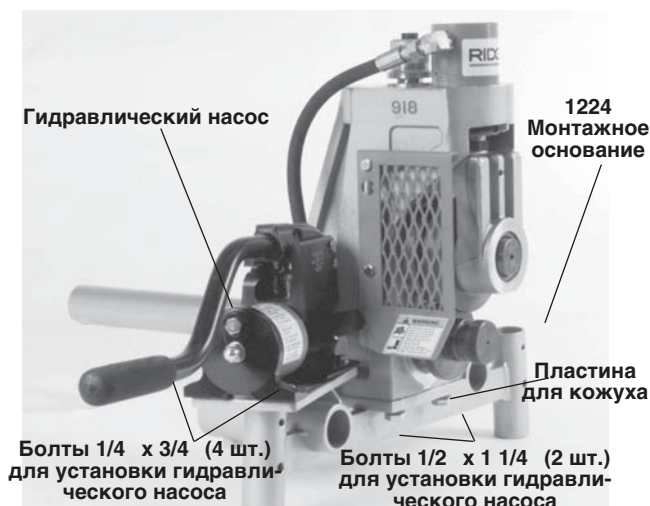

Рисунок 5 – Высокомощный желобонакатчик № 918 на монтажном основании резьбонарезного станка № 1224
2. Выровняйте № 918 на монтажном основании 1224. (Рисунок 5)